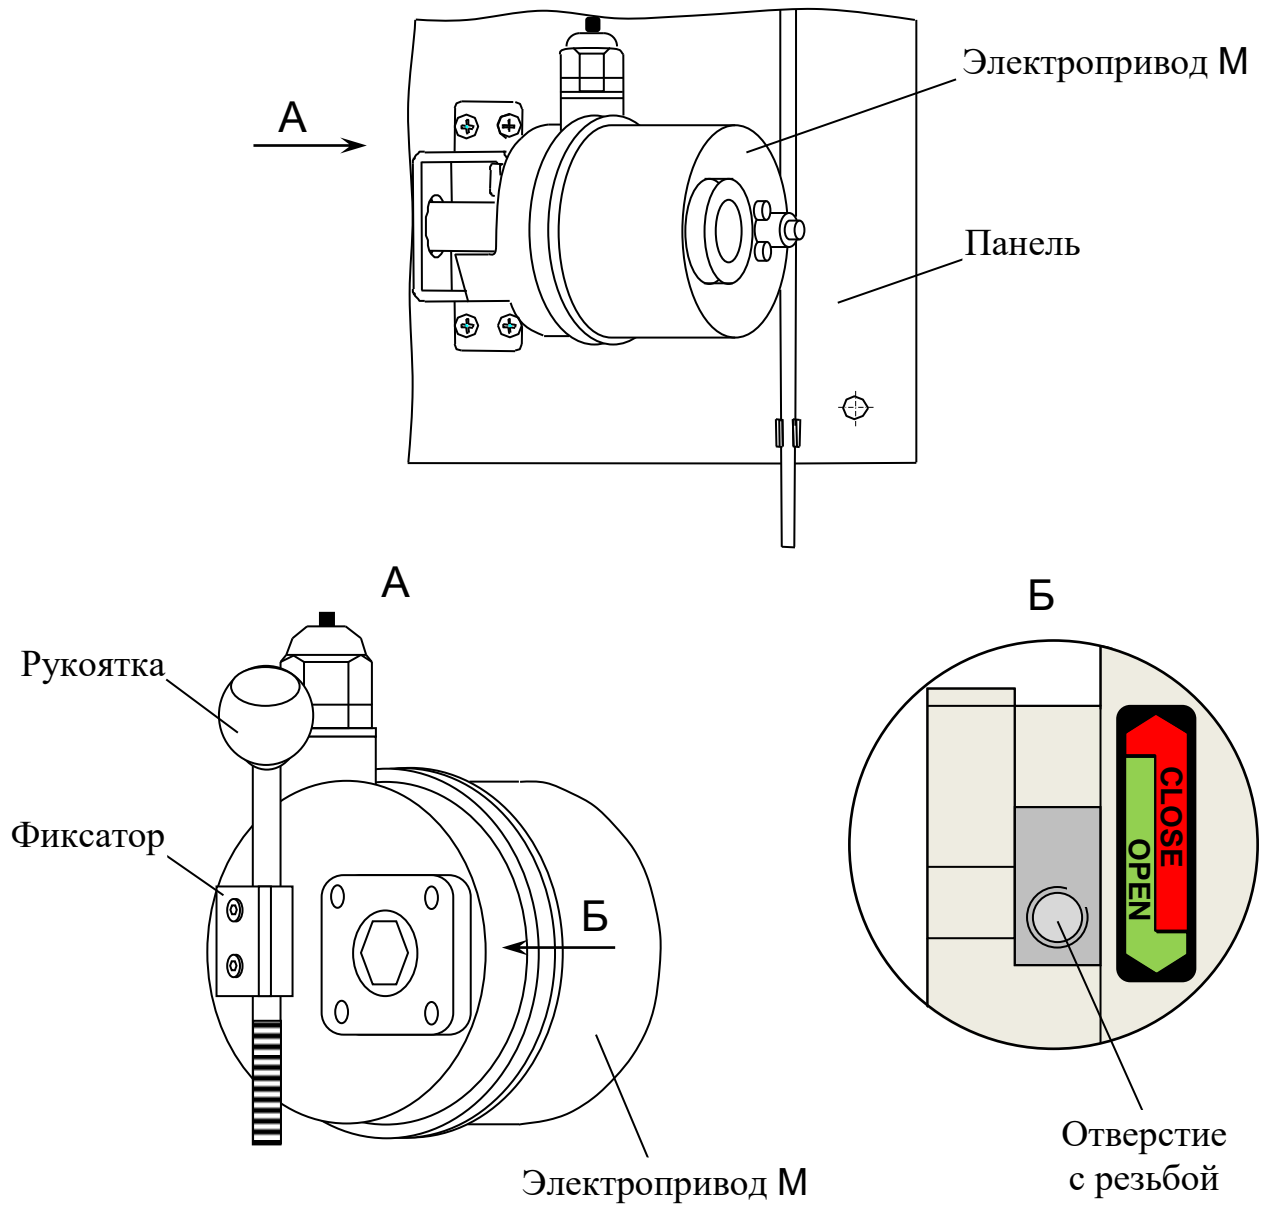

Рисунок 1.16 – Снятие рукоятки с электропривода
- вынуть рукоятку из фиксатора (рисунок 1.16);